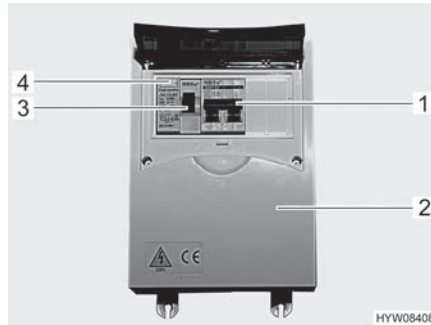

Bild 116 230-V-Sicherungskasten mit Leitungsschutzschalter und RCD (Hauptschalter)
- Den RCD (Hauptschalter, Bild 116,3) im Sicherungskasten (Bild 116,2) ausschalten.
- Den RCD (Hauptschalter, Bild 116,3) im Sicherungskasten einschalten.
- Wenn das Fahrzeug an die 230-V-Versorgung angeschlossen ist, die Prüftaste (Bild 116,4) des RCD (Bild 116,3) im Sicherungskasten (Bild 116,2) drücken. Der RCD muss auslösen.
- Den RCD (Bild 116,3) wieder einschalten.